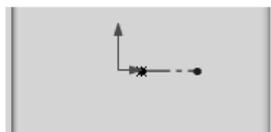

图 4.3.28 编辑草图
Step5. 编辑草图，如图 4.3.28 所示。退出草绘环境，完成成型工具特征 1 的创作。